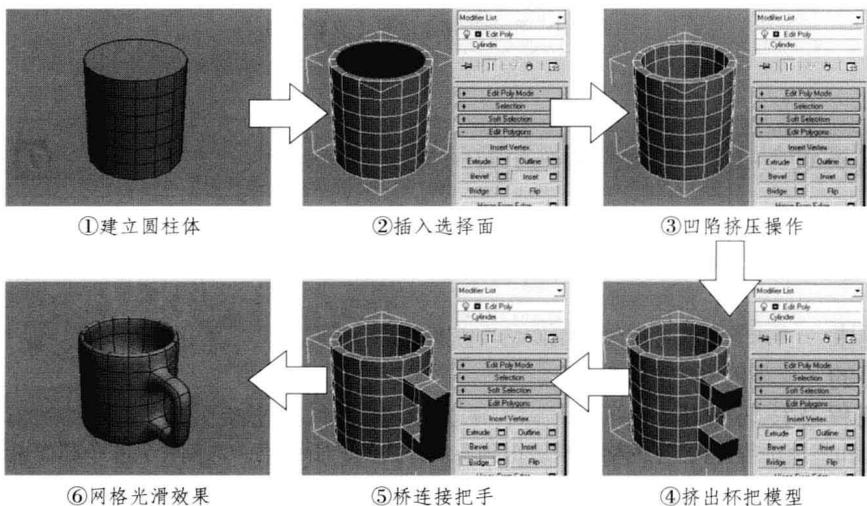

图3-9 杯子把手总流程（步骤）图
四、制作流程及技巧分析 建立一个圆柱体再使用编辑多边形命令的插入工具设置顶部，然后使用挤出工具达到凹陷的效果。选择杯子把手位置进行挤出，然后再使用桥工具连接选择的两组多边形面。本例分为6个制作总流程（步骤）：①建立圆柱体、②插入选择面、③凹陷挤压操作、④挤出杯把模型、⑤桥连接把手、⑥网格光滑效果，见图3-9。